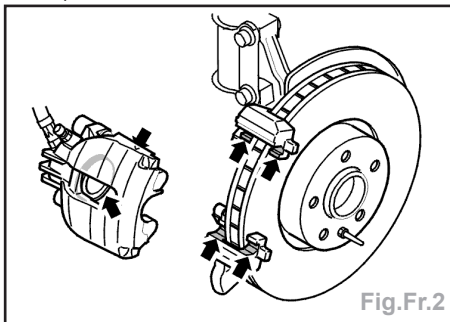

Fig.Fr.2
- le ressort de retenue (3) avec soin de manière à ne pas le déformer,
- les bouchons de protection (1) des 2 tétons de positionnement (2),
- Nettoyer et contrôler les surfaces de contact de la plaquette de frein dans l'étrier de frein et le support d'étrier (Fig. Fr.2).